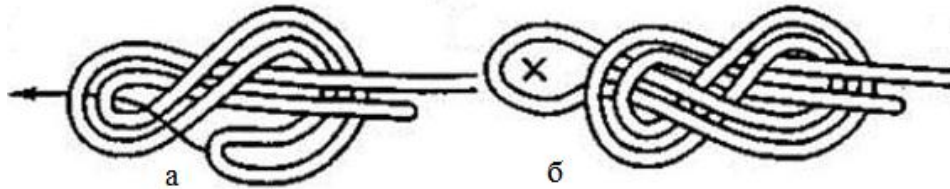

Рис.7. Провідник «вісімка»
**Завдання 7.** Навчитися в'язати вузли петель: провідник «вісімка» (рис.7).